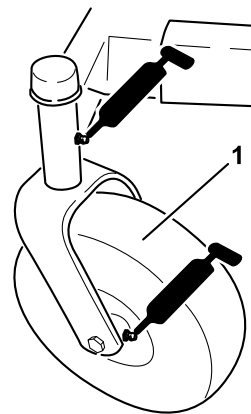
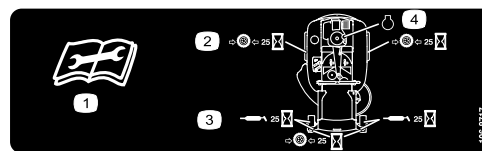

Figura 21
Figura 22
3. Limpie con un trapo los puntos de engrase (Figura 21 y Figura 22). Asegúrese de rascar cualquier pintura que hubiera sobre los puntos de engrase.
4. Conecte una pistola de engrasador a cada punto de engrase (Figura 21 y Figura 22). Bombee grasa hasta que empiece a rezumar grasa de los cojinetes.